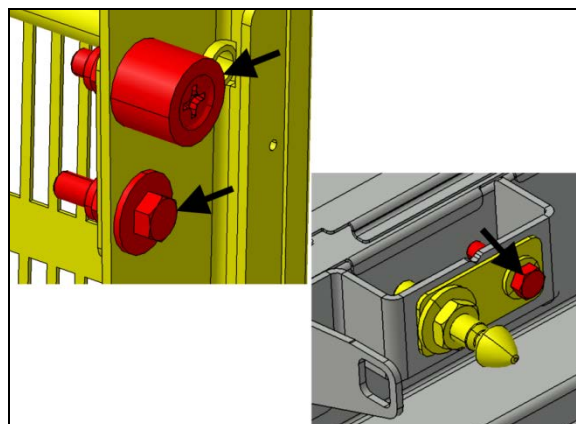

FIGURE 61:
13. Ouvrir la porte et procéder au serrage final des éléments identifiés par les flèches (Figure 61:).